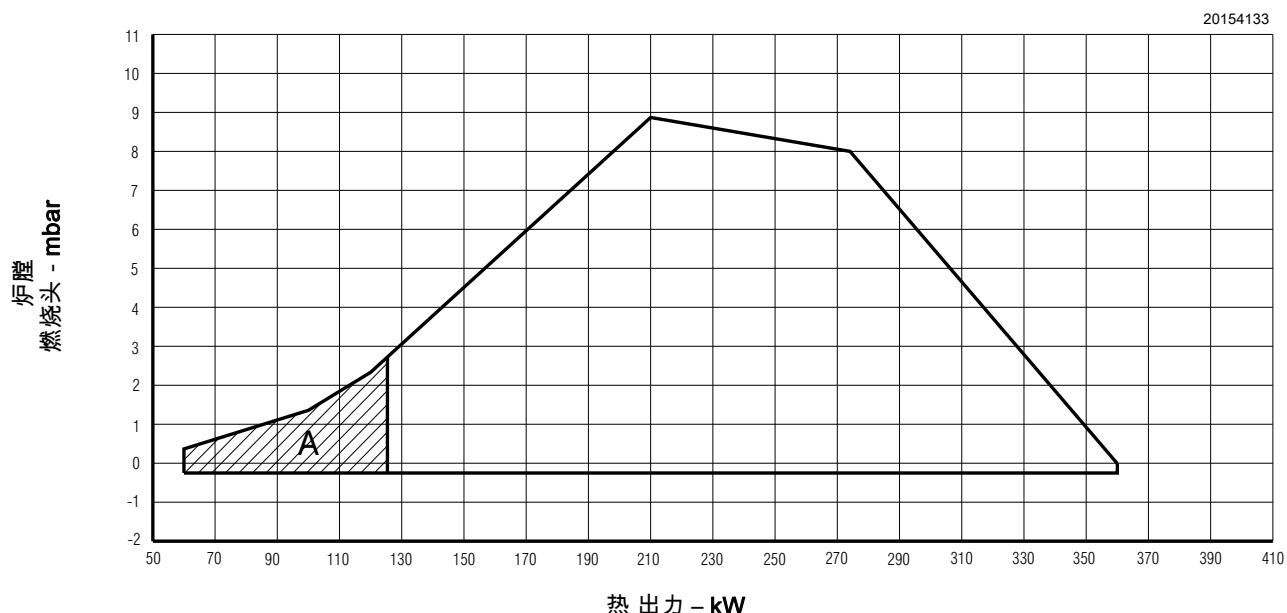

图 3
• **最大出力**不得高于图 3) 中所示的最大值。
• **最小出力**不得低于图 3 中所示的最小值。
出力范围曲线 (图 3) 在如下条件下获得 : 环境温度 20 °C , 大气压力 1013 mbar (海拔高度 0 m a.s.l.)。